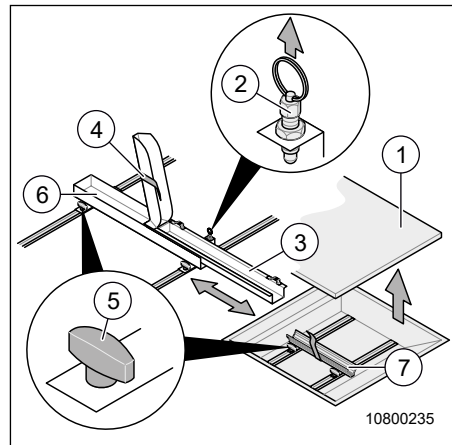

Fig. 3 Préparation du support pour vélo électrique
6. Retirer le fond intermédiaire (Fig. 3, pos. 1) et l'arrimer.
7. Vérifier si le support du dispositif coulissant (Fig. 3, pos. 6) est aligné avec le rail de support (Fig. 3, pos. 7).
Si nécessaire, ouvrir les poignées tournantes (Fig. 3, pos. 5) du système coulissant et déplacer les rails de support.
8. Tirer le levier de verrouillage (Fig. 3, pos. 2) du support du dispositif coulissant vers le haut et le maintenir dans cette position.
9. Tirer le dispositif coulissant (Fig. 3, pos. 3) complètement en dehors.
10. Ouvrir toutes les attaches de sécurité (Fig. 3, pos. 4).
11. Glisser le vélo d'abord avec la roue arrière dans le support du dispositif coulissant (Fig. 3, pos. 6).
12. Fixer la roue arrière avec l'attache de sécurité (Fig. 3, pos. 4).
13. Tirer le levier de verrouillage (Fig. 3, pos. 2) au support du dispositif coulissant (Fig. 3, pos. 6) vers le haut et le maintenir dans cette position.